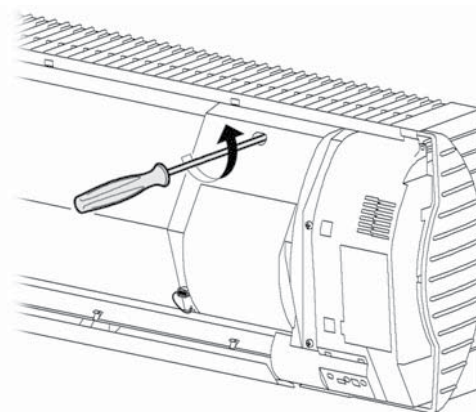

Рис. 43
- Найдите отверстие в крышке клапана, обеспечивающее доступ к воздуховыпускному клапану с помощью отвертки (рис. 43);